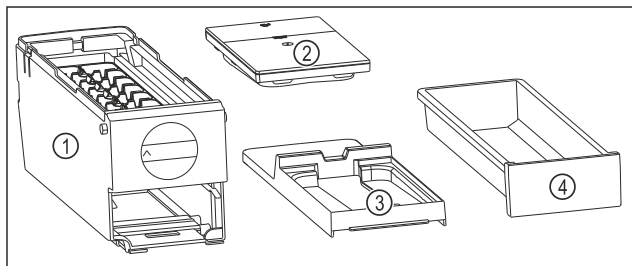

Fig. 143 Sastavni dijelovi sustava EasyTwist-Ice
► EasyTwist-Ice je rastavljen u četiri dijela. (pogledajte Fig. 143)
- Sustav EasyTwist-Ice rastavite samo u dijelove prikazane slikom. (pogledajte Fig. 143)
- Tijelo sustava EasyTwist-Ice Fig. 143 (1) čistite kao cjelinu.